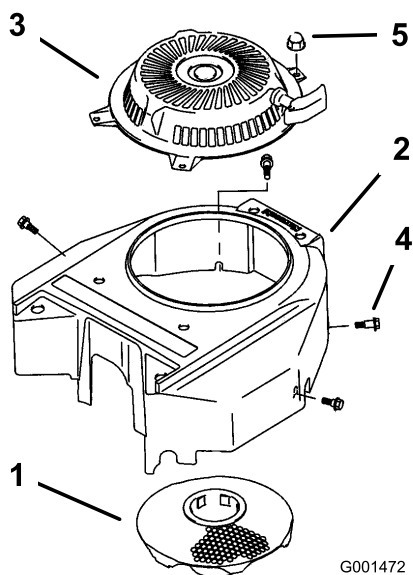

Figura 47
3. Retire la rejilla de entrada de aire, el arrancador de retroceso y la carcasa del ventilador (Figura 47).
5. Instale la rejilla de entrada de aire, el arrancador de retroceso y la carcasa del ventilador (Figura 47).